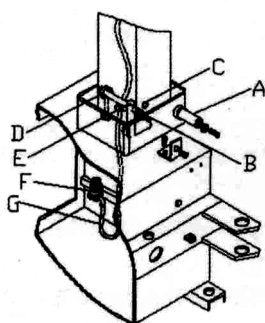

Рис. 5
Установите станок в выбранное место и зафиксируйте его анкерными болтами. Поднимите отклоняющийся кронштейн и вставьте насосный шланг (G) в отверстие (рис.5) (Не сгибайте шланг). Достаньте деталь A (рис.5) из набора комплектующих, отвинтите колпачок и вставьте её в отверстие, проходящее через корпус станка и нижнюю часть отклоняющегося кронштейна, затяните винт. Достаньте деталь B (рис.5) из набора комплектующих, открутите пружину с одной стороны, вставьте деталь B в отверстие, проходящее через детали D, E, далее закрутите пружину. Снимите крышку станка. Соедините насосный шланг (G), проходящий внутри основного корпуса станка, с деталью F.